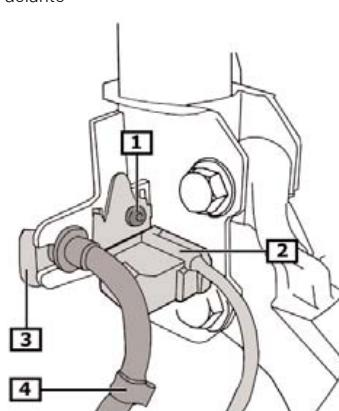
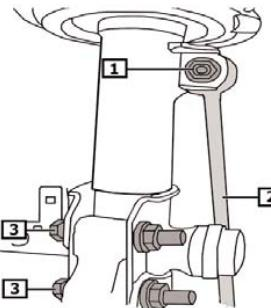
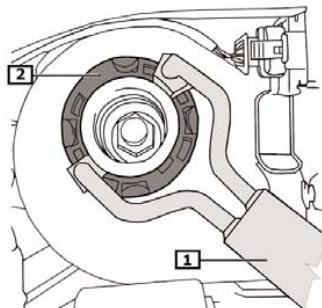

Fig. 4:
Fig. 5:
Fig. 6:
- **Fig. 4** Halteklammer (3) abziehen.
- Bremsschlauch (4) aus dem Halter lösen.
- Schraube entfernen (1).
- CDC Sensor (2) mit Halterung abnehmen.
- **Fig. 5** Mutter (1) abschrauben.
- Koppelstange (2) vom Federbein trennen.
- Schrauben (3) entfernen.
- **Fig. 6** Federbein mit Zapfenschlüssel festhalten. Sicherungsring (2) entfernen.
- **Fig. 4** Remove retaining clamp (3).
- Detach brake hose (4) from bracket.
- Remove screw (1).
- Remove CDC sensor (2) with bracket.
- **Fig. 5** Unscrew bolt (1).
- Detach coupling rod (2) from suspension strut.
- Remove screws (3).
- **Fig. 6** Hold suspension strut securely with a pin wrench. Remove lock ring (2).
- **Fig. 4** Retirer lagrafe de support (3).
- Enlever le flexible de frein (4) du support.
- Enlever la vis (1).
- Ôter le capteur CDC (2) avec son support.
- **Fig. 5** Dévisser l'écrou (1).
- Séparer la biellette de connexion (2) de la jambe de force.
- Enlever les vis (3).
- **Fig. 6** Maintenir en place la jambe de force à l'aide d'une clé à ergots. Enlever le circlip (2).
- **Fig. 4** Retirar la grapa (3).
- Soltar el manguito del freno (4) de la sujeción.
- Retirar el tornillo (1).
- Quitar el sensor CDC (2) con el soporte.
- **Fig. 5** Desatornillar la tuerca (1).
- Soltar la barra de acoplamiento (2) del amortiguador.